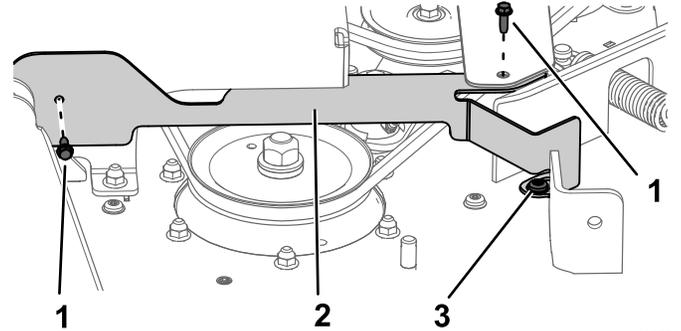

Figure 32
2. Sur le côté droit de la machine, retirez les boulons à rondelle ( $\frac{1}{4}$ " x  $\frac{3}{4}$ "") et desserrez le boulon à épaulement (Figure 32). Déposez la protection.